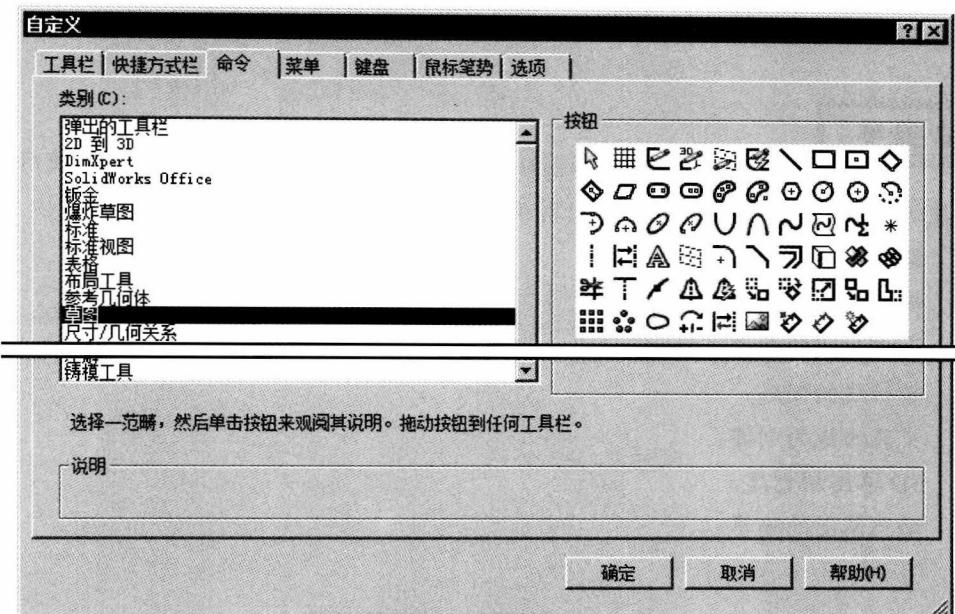
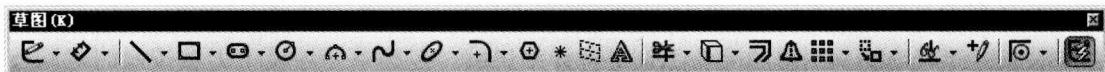
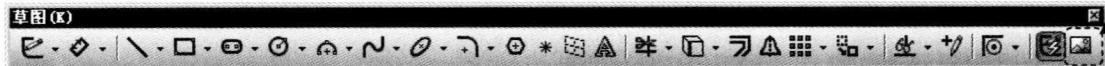

图 1.1.1 “自定义”对话框
图 1.1.2 添加快捷命令按钮前
图 1.1.3 添加快捷命令按钮后
Step1. 选择命令。进入草图环境后，选择下拉菜单 **工具 (T) → 自定义 (C)…** 命令，系统弹出“自定义”对话框。
Step2. 单击“自定义”对话框中的 **命令** 选项卡，此时“自定义”对话框显示出各种命令，如图 1.1.1 所示。
Step3. 添加“命令”按钮。在 **命令** 选项卡的 **类别 (C)** 区域中选择 **草图** 选项，在对话框的右侧出现所有的草图工具。
Step4. 此时可根据需要，将快捷按钮直接拖拽到图 1.1.2 所示的“草图 (K)”工具栏中，结果如图 1.1.3 所示。